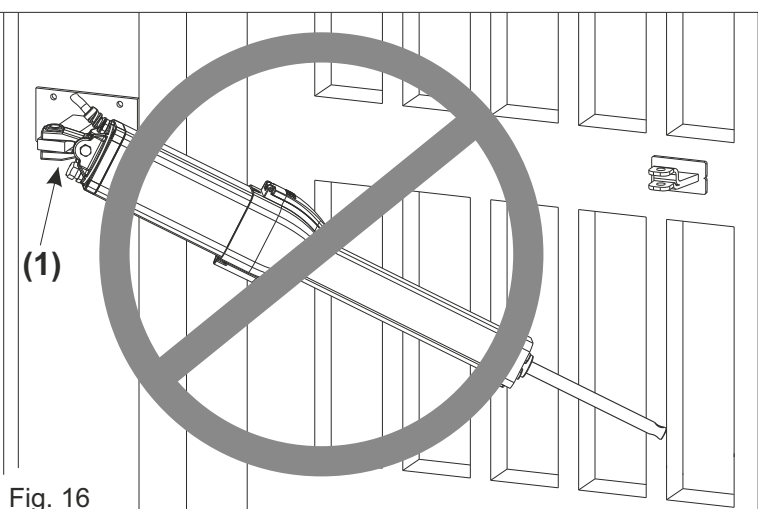

Fig. 16
**ne pas incliner l'opérateur** au-delà de l'angle permis par la fourche oscillante (1), sous peine de la possible rupture de cette dernière (Fig. 16)